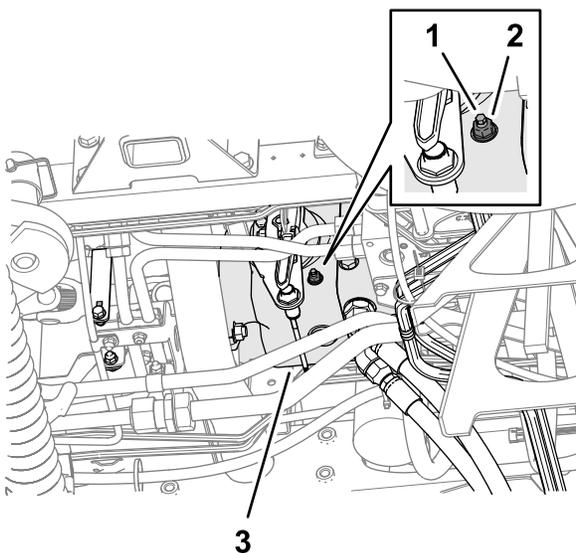

Figura 136
3. Dalla parte inferiore della macchina e sul lato destro della pompa di trazione, allentate il dado di bloccaggio che fissa la vite di regolazione del ritorno in folle (Figura 136).